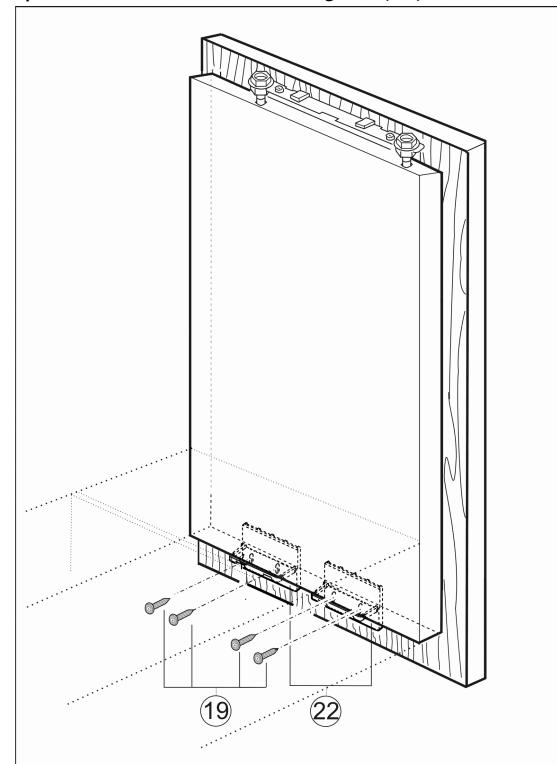

Fig. 21
- Atornille la puerta del aparato con los tornillos Fig. 21 (19) a través de las escuadras de fijación Fig. 21 (22) en la puerta del mueble.